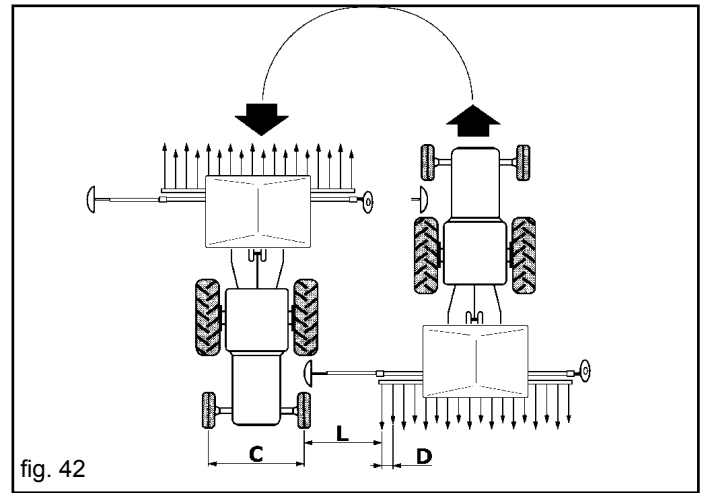
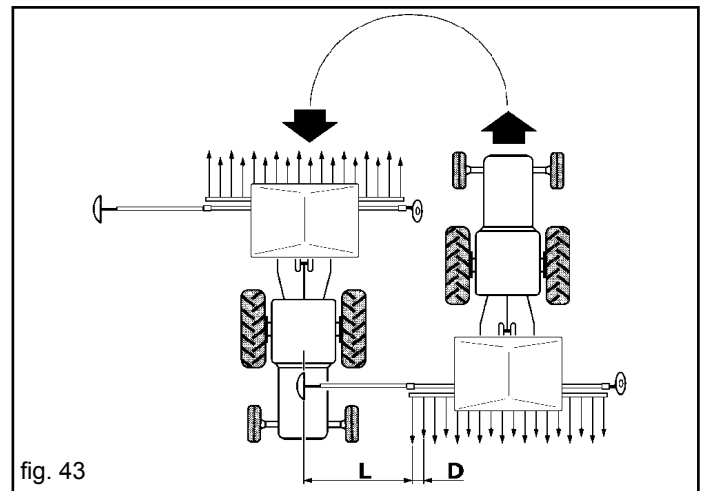

fig. 42
fig. 43
- **Mod. 400/450:** Marcador de surcos con borrahuellas en la rueda del tractor de plegado hidráulico (Fig. 42);
- **Mod. 500/600:** Marcador de surcos con borrahuellas en el centro del tractor y plegado hidráulico en el interior del perímetro de la sembradora (Fig. 43).
El marcador de hileras es un dispositivo que traza una línea de referencia en el terreno, paralela al recorrido del tractor. Cuando el tractor haya terminado la carrera e invertido la marcha, se procederá corriendo sobre la línea de referencia con una de las ruedas anteriores (Fig. 42) o con el centro del tractor (Fig. 43) según el marcasurcos utilizado. Con cada nueva pasada, la sembradora deberá trazar una línea de referencia del lado opuesto a la de la pasada anterior.